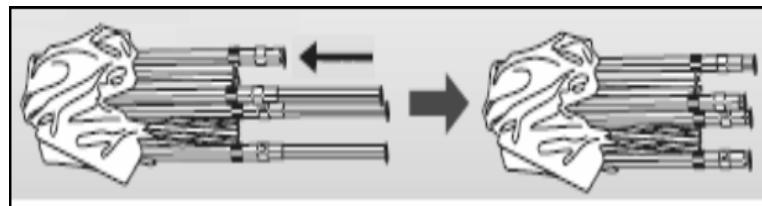

Fig.12
- Presione hacia adentro una de las palancas ubicadas dentro de las patas, retire el pasador de seguridad y deslice la pata hacia arriba dentro de la porción superior de la pata. Repita el procedimiento para las patas restantes (vea la Fig. 12).